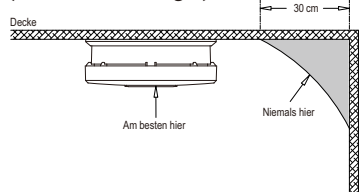

Abbildung 1
4. Wenn der Melder aus irgendeinem Grund nicht in der Mitte der Decke installiert werden kann, muss der Abstand des Rauchmelders zur Wand mindestens 30 cm betragen (siehe Abbildung 1).